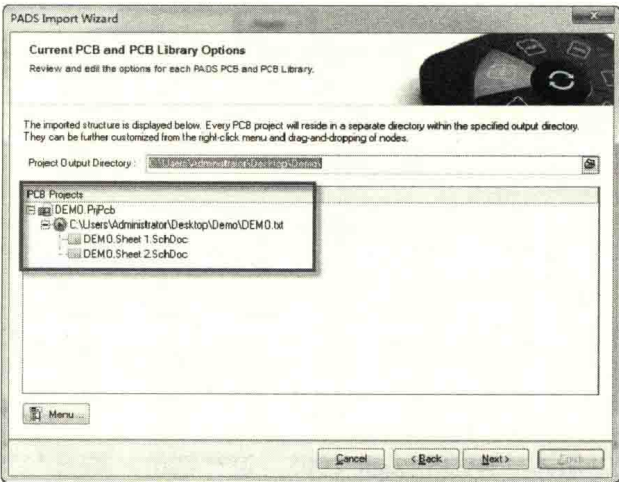

图 11-59 设置转换输出文件路径及预览工程文件
(4) 然后单击“Next”按钮，选择之前导出的 TXT 文档，单击“Next”按钮。
(5) 根据向导设置输出文件路径及预览工程文件，如图 11-59 所示。继续单击“Next”按钮，根据向导进行转换，直到转换完成。